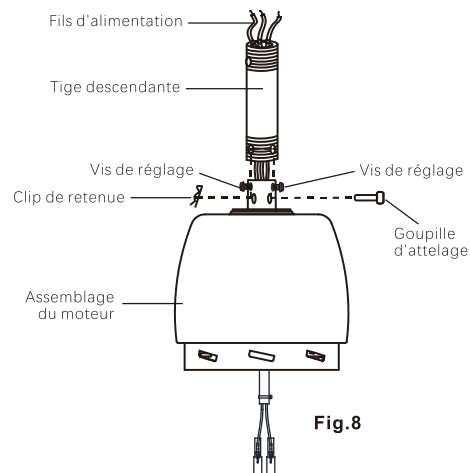

Fig.8
Étape 6. Desserrez les deux vis de réglage et retirez la goupille d'attelage et le clip de retenue de l'accouplement situé sur le dessus de l'assemblage du moteur. (Fig.8)
Remettez ensuite en place la goupille d'attelage et le clip de retenue. Serrer les deux vis de réglage. (Fig.8)